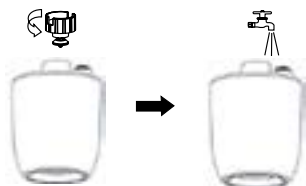

Рис. 2
2. Открутите крышку резервуара для воды против часовой стрелки и залейте воду в емкость [рис.2]. Температура воды не должна превышать 40 °С.